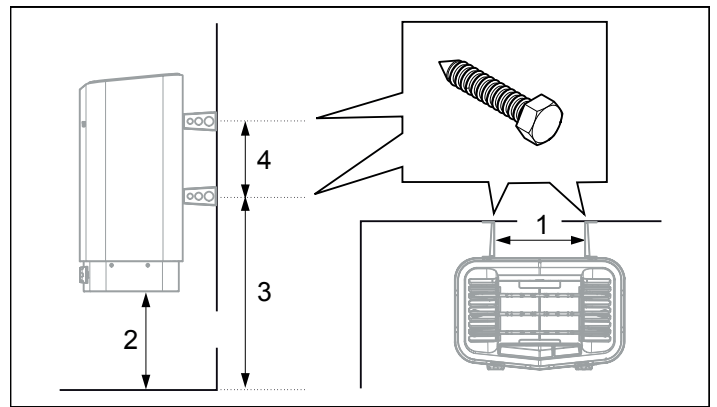

Abb. 11: Bemessung
9. Positionieren Sie die Schrauben der Halterung, siehe Abb. 11.